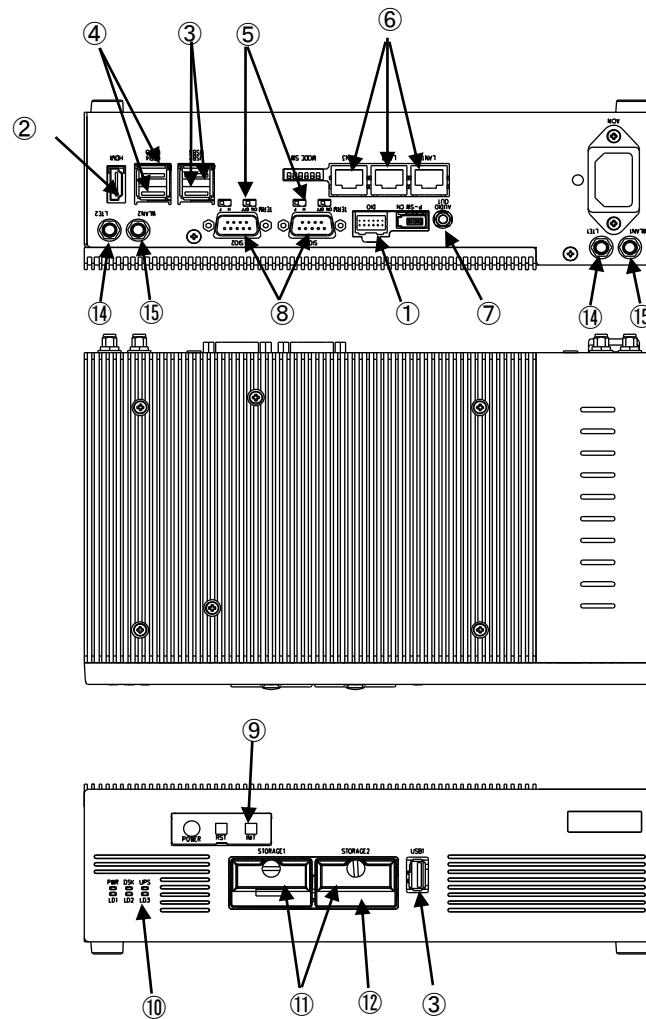

図 3-1-2. 外形図 (EC4B-100AA)
COM1	SI01 (図 3-1-2 ⑧) アプリケーションでシリアル通信に使用できます。 シリアルポート設定スイッチと組込みシステム機能のシリアルコントロール機能を使用することで、RS-232C/422/485 を切替えることができます。
COM2	SI02 (図 3-1-2 ⑧) アプリケーションでシリアル通信に使用できます。 シリアルポート設定スイッチと組込みシステム機能のシリアルコントロール機能を使用することで、RS-232C/422/485 を切替えることができます。
イーサネット	LAN1 (図 3-1-2 ⑥): 1000BASE Ethernet
イーサネット 2	LAN2 (図 3-1-2 ⑥): 1000BASE Ethernet
イーサネット 3	LAN3 (図 3-1-2 ⑥): 1000BASE Ethernet ※EC4B-010CT では使用できません。